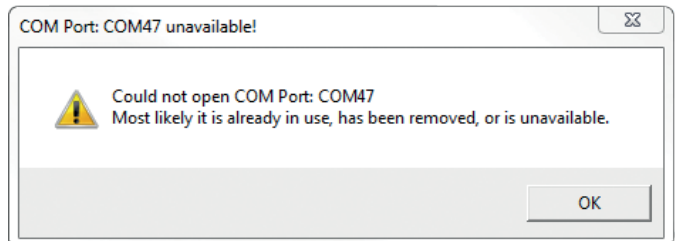
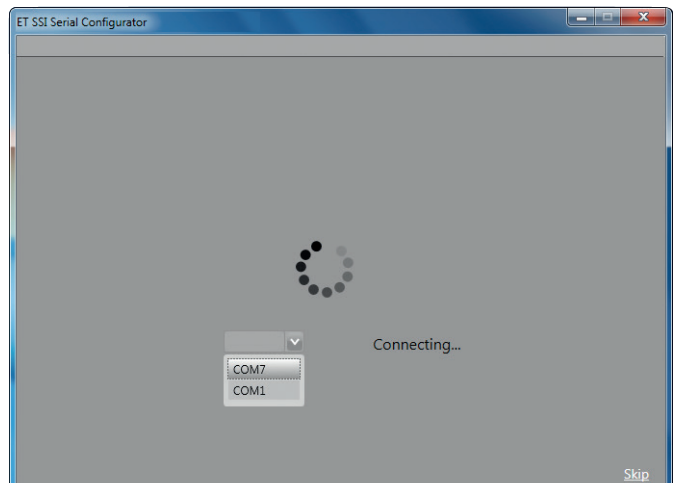
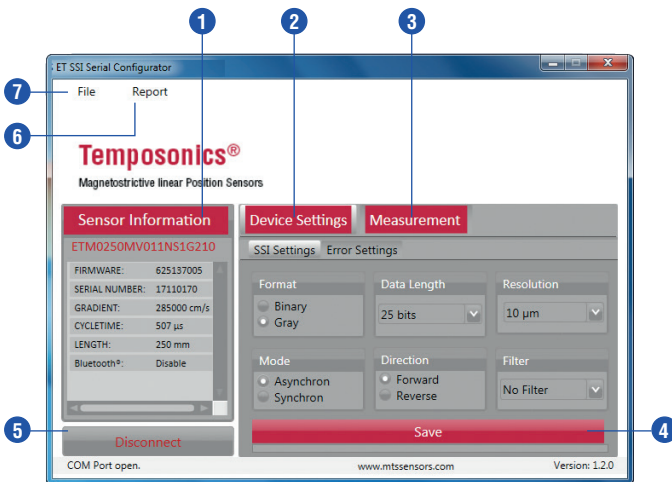

Abb. 27: Fehlermeldung COM-Port nicht verfügbar
Abb. 28: COM-Port wählen
Abb. 29: Temposonics ET SSI Serial Configurator, SSI Settings
Nach dem Start des Programms MTS ET SSI Serial Configurator baut die Software über den zuletzt gewählten COM-Port eine Verbindung auf und die Bedienoberfläche (Abb. 29) öffnet sich. Sofern der COM-Port nicht verfügbar ist, erscheint eine Fehlermeldung (Abb. 27).
Wählen Sie den korrekten COM-Port aus der Liste aus (Beispiel siehe Abb. 28). Der Sensor startet daraufhin selbstständig neu und die Bedienoberfläche öffnet sich (Abb. 29).
- 1 **Sensor Information** zeigt die unveränderlichen Sensorparameter, die beim Anschluss des Sensors automatisch eingelesen wurden (Abb. 29).
- 2 Unter **Device Settings** können die konfigurierbaren Parameter (SSI Settings, Error Settings) des Sensors angepasst werden (Abb. 29).
- 3 **Measurement** zeigt die aktuelle Position des Magneten (Abb. 29).
- 4 Der **Save**-Button speichert vorgenommene Änderungen an Parametern des Sensors. Nach dem Speichervorgang startet die Software neu. Erst dann sind die Änderungen wirksam und die Funktion **Measurement** 3 ist wieder verfügbar (Abb. 29).
- 5 Der Button **Disconnect** trennt die Verbindung zum COM-Port und beendet die Software (Abb. 29).
- 6 Über **Report** wird ein Bericht über die Sensordaten erstellt (Abb. 29).
- 7 Unter **File** können die folgenden Einstellungen vorgenommen werden (Abb. 29):
### SSI Settings (Abb. 29)